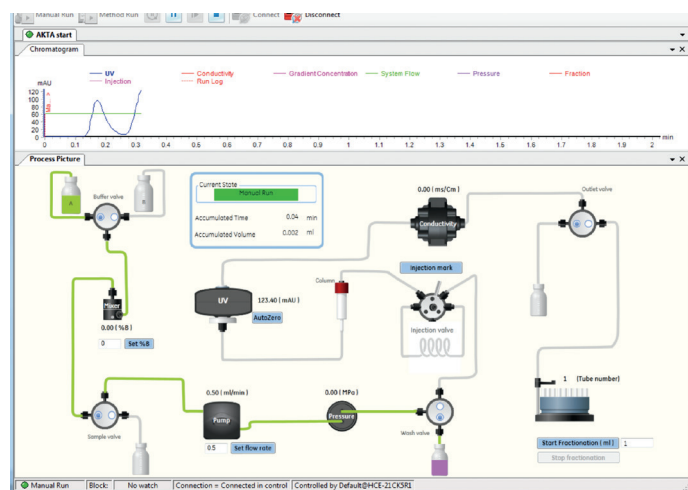

图 9. 系统控制流程图显示仪器湿侧各模块的实时流路。同时显示系统的当前运行状态以及实时层析图谱。可以通过点击流路控制系统, 例如, 打开阀门、设定流速、改变缓冲液 B 浓度以及开始/停止组分收集。
**系统控制** 模块用于命令执行和监测手动、预定义或用户定义的层析方法运行。在运行过程中, 实时显示层析图谱, 用曲线的方式描述整个运行过程, 包括紫外、电导率、系统流速、梯度浓度、组分标记、运行日志和压力 (图 9)。